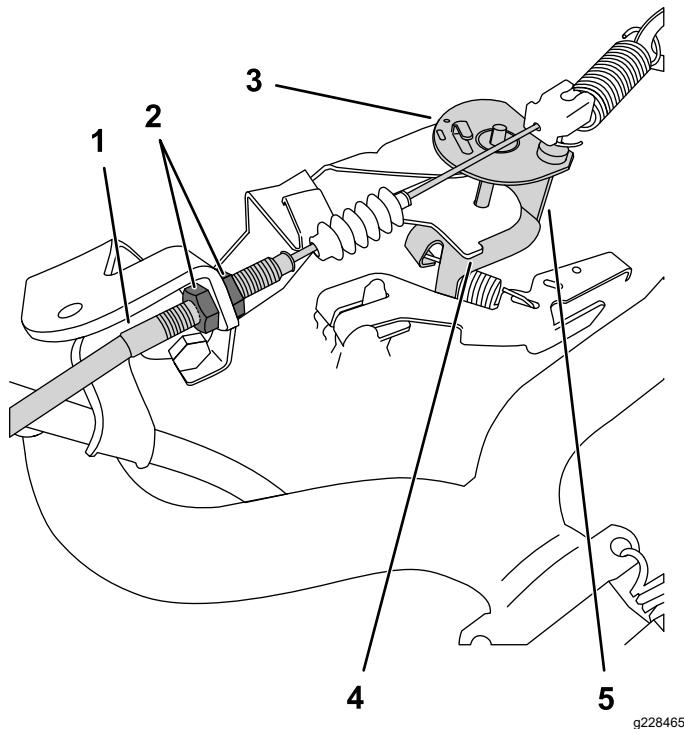

Bild 38
3. Lösen Sie die vordere Klemmmutter am Bowdenzug und ziehen Sie die hintere Klemmmutter an, um den niedrigen Leerlauf zu erhöhen (Bild 38).